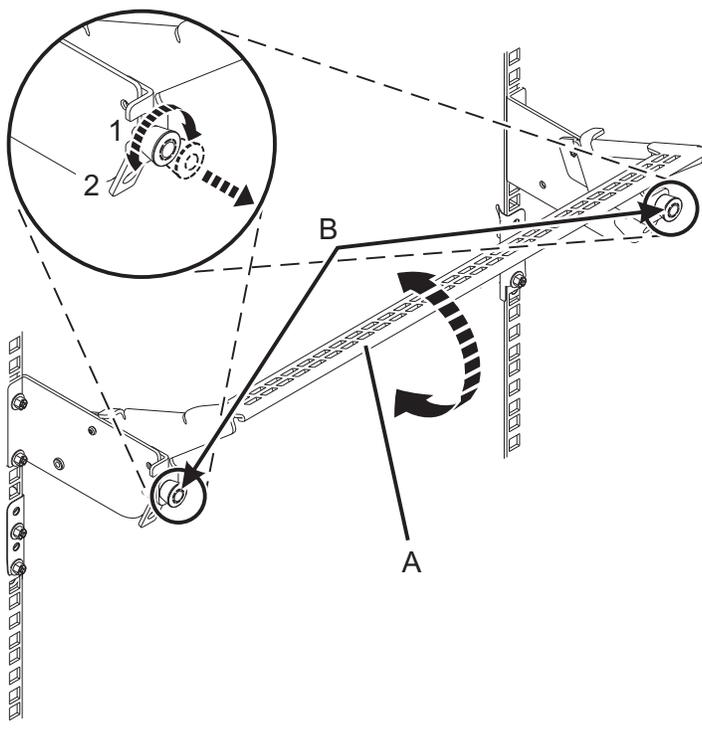

図10. 操作位置へのケーブル管理ブラケットの設置
3. ケーブル管理ブラケットを操作位置に置きます。図10を参照してください。
- a. 1/4 回転ファスナー (B) を引き出し、ケーブル管理ブラケット (A) を下げた位置 (2) まで動かしながら、それらのファスナーを回転させて解放します。
- b. 1/4 回転ファスナー (B) を回転させ、ブラケットにかみ合わせて所定の位置にロックします。